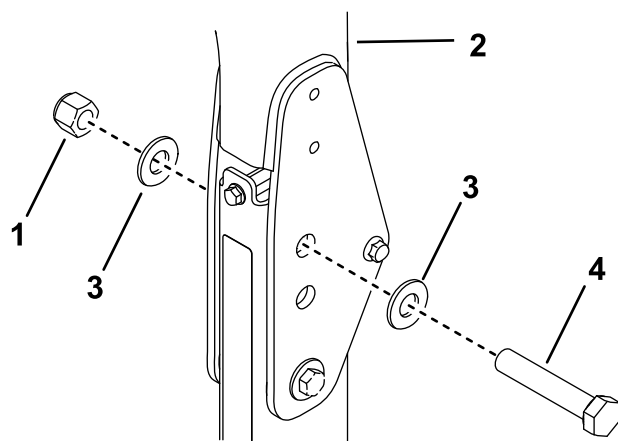

Рисунок 34
2. Установите шайбу (13/16 x 1 1/2 дюйма) на каждый болт (3/4 x 4 дюйма), как показано на Рисунок 34.
3. В отверстия, из которых были извлечены штифты, установите болты с шайбами (Рисунок 34).
4. Установите еще по одной шайбе на каждый болт и закрепите с помощью гаек (3/4 дюйма), как показано на Рисунок 34.